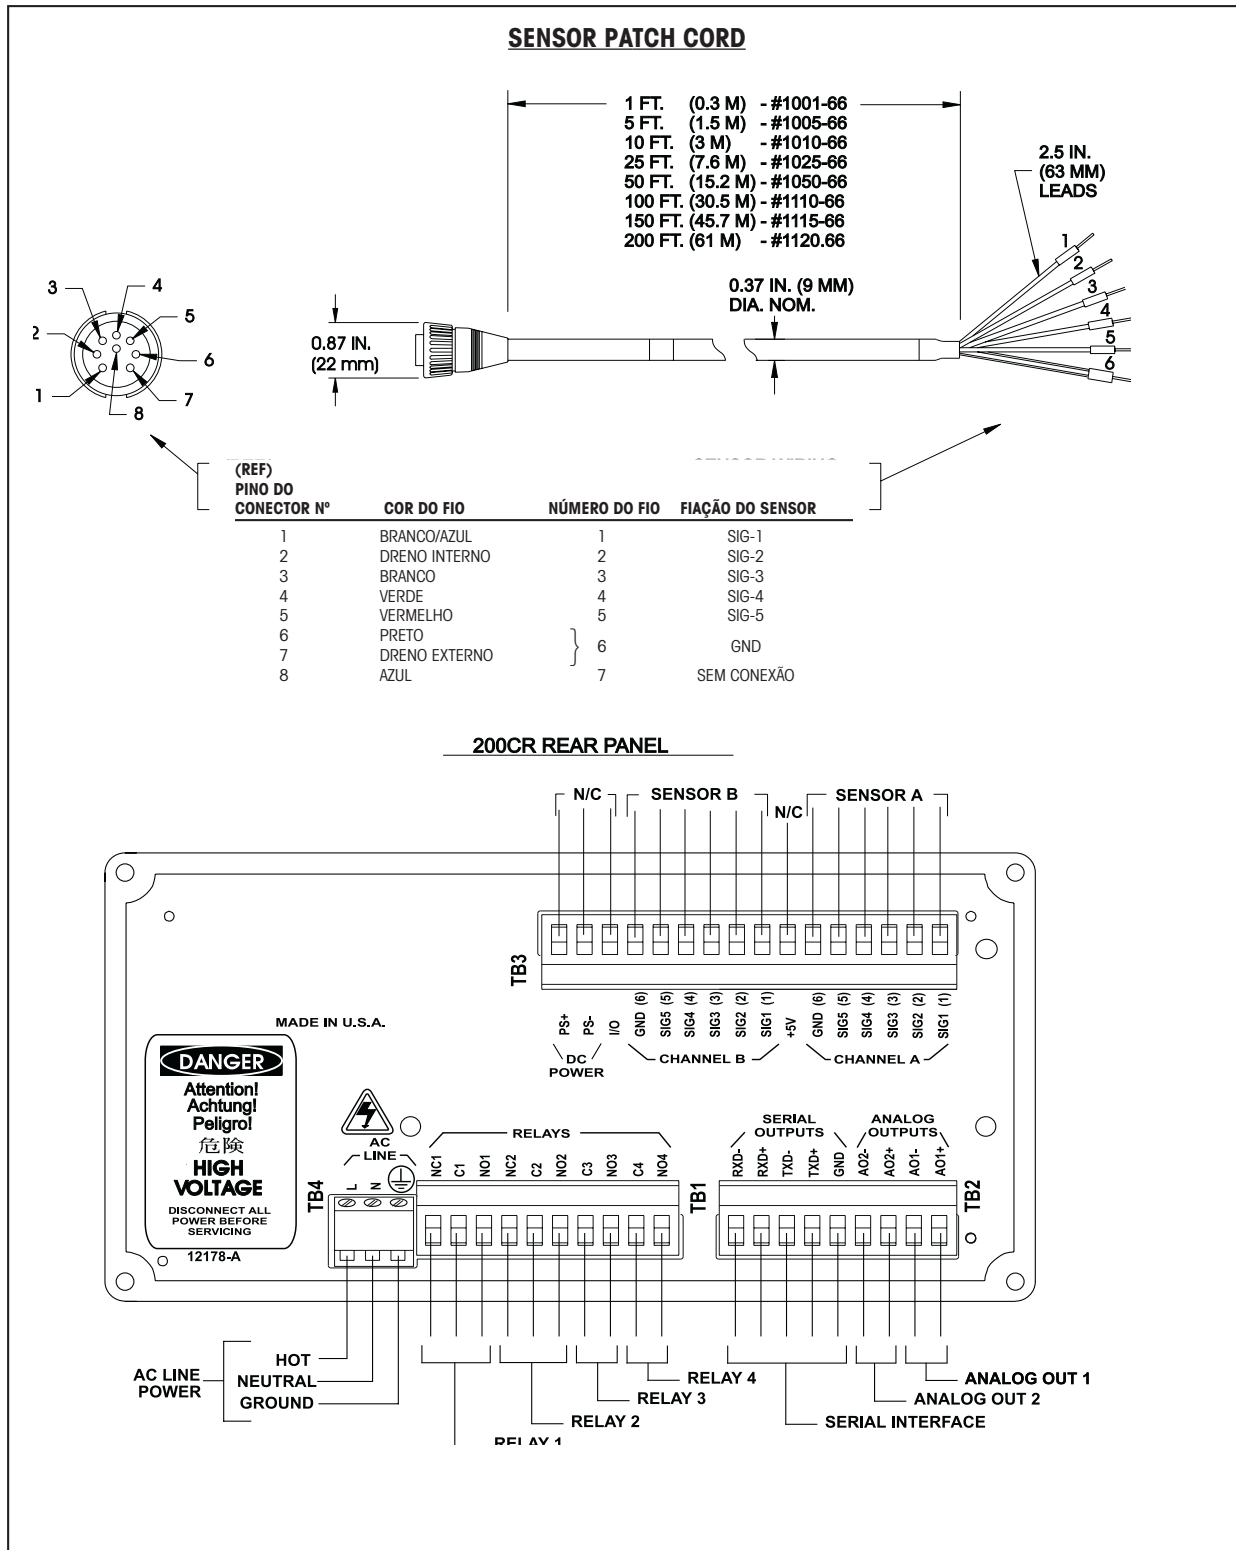

Figura 14.10: Fios do Painel Traseiro e Cabos de Extensão 200CR- ver Capítulo 2 para fiação especial para medir água ultrapurificada em tubulação plástica.
10. Conecte o cabo ao 200CR conforme indicado. Ver Figura 14.10.